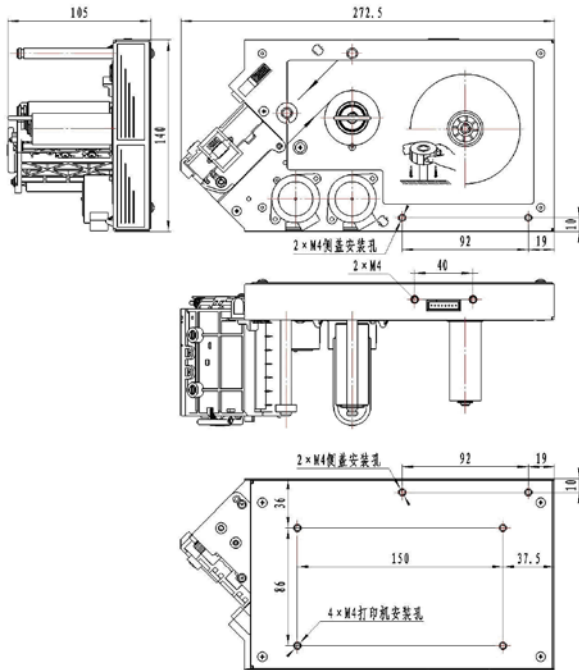

图 4.2-1 安装尺寸
- 本产品设置打印机安装孔以及电子秤侧盖安装孔，参照图 4.2-1 中所示尺寸和安装孔位置，选择合理的空间和固定位置固定打印机。